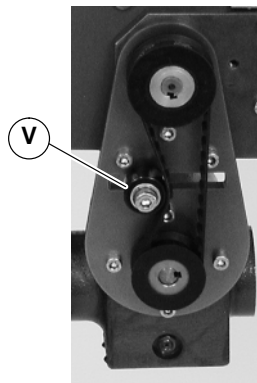

Abbildung 12
2. Spannvorrichtung (V siehe Abbildung 12) lösen.